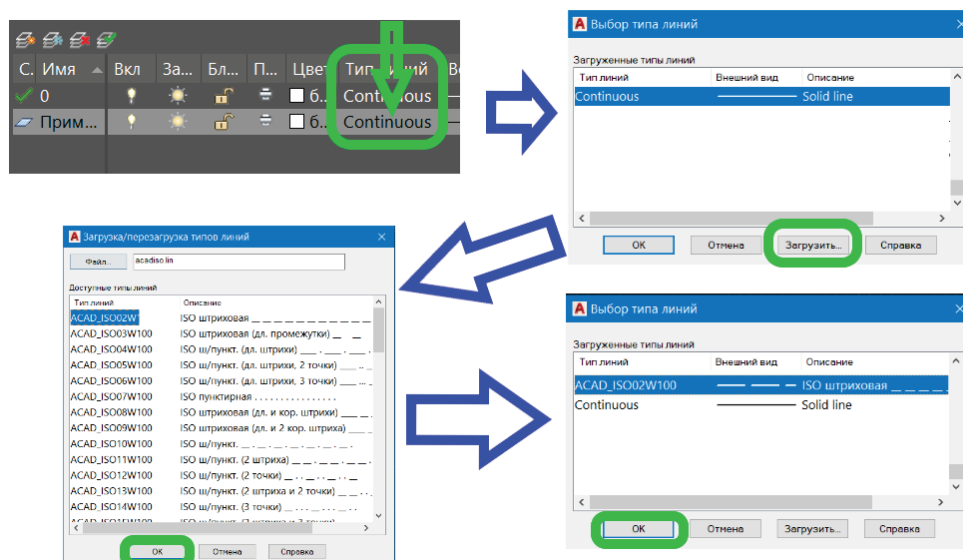

Рисунок 11 – Задание типа линии для нового слоя
4. Задать тип линии нового слоя (рис.11);